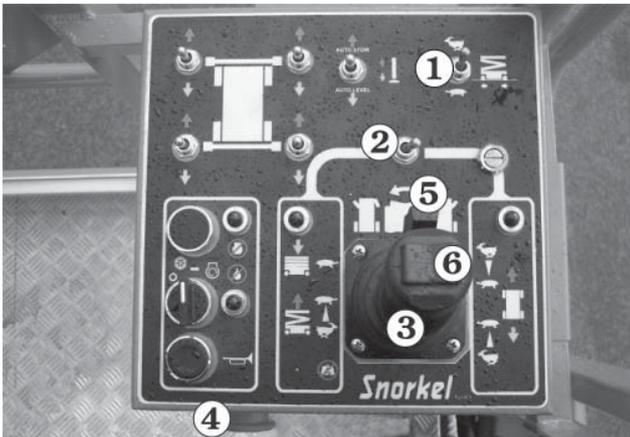

Abb. 8.18
2. Stellen Sie den **Geschwindigkeit-Schalter 1** auf Schildkröte (langsam) (siehe Abb. 8.18), wenn Sie in der Nähe von anderen Objekten sind oder die RT aus irgendwelchen anderen Gründen langsam fahren möchten.
3. Schalten Sie den **Heben-/Fahren-Wahlschalter 2** auf Fahren (rechte Stellung) (siehe Abb. 8.18).
4. Die **Sicherheitsbedienung 5** am **Joystick 3** zusammendrücken und halten (siehe Abb. 8.18).
5. Den **Joystick 3** (siehe Abb. 8.18), je nachdem in welche Richtung Sie fahren möchten, langsam nach vorne drücken oder nach hinten ziehen. Je weiter der Joystick gedrückt wird, umso schneller wird die RT fahren.
6. Um die RT nach rechts oder links zu steuern, den **Lenkung-Kippschalter 6** oben am **Joystick 3** (siehe Abb. 8.18) drücken und halten.